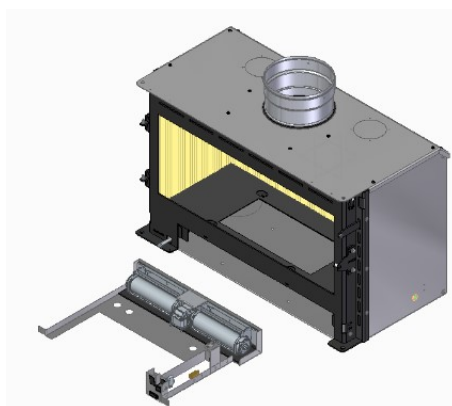

Figure 47 – Retrait du kit de ventilation
d. Après avoir retiré toutes ces pièces, le kit de ventilation peut être retiré de l'équipement, voir Figure 47. Pour le réassembler, vous devrez procéder au processus d'assemblage inverse.